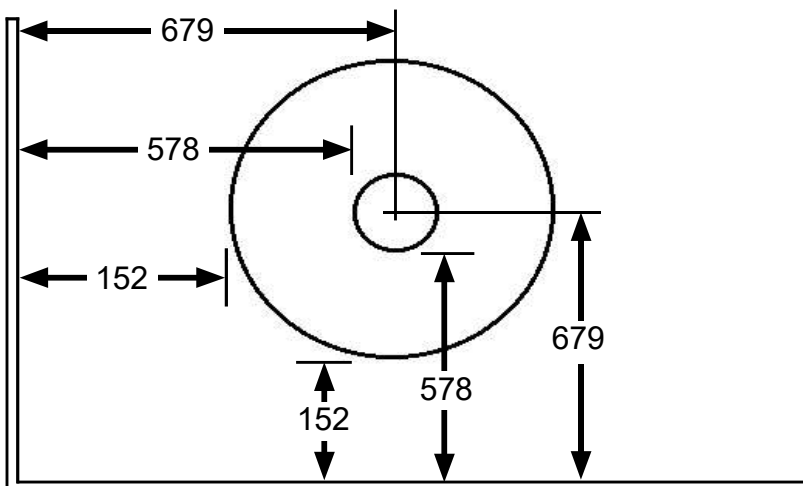

Figure 1
Les distances minimales de l'appareil aux matériaux combustibles sont indiqués sur les figures 1 et 2. Placer l'appareil sur une surface plane solide, continu ( c.-à- bois, tuiles , béton , métal ). L'unité doit être endroits sur panneau de bois ou de métal dépassant de la largeur et de la profondeur de l'unité, une fois installé sur un tapis ou d'autres matériaux combustibles.
**Unité de mesure de respecter les distances minimales aux matériaux combustibles . Les dégagements minimaux sont indiqués dans les figures 1 et 2. Il est recommandé de ne pas les traverses généraux dans le plafond ou un toit être coupés . Repositionner l'unité si nécessaire , en faisant attention de ne pas se rapprocher que les distances minimales .**